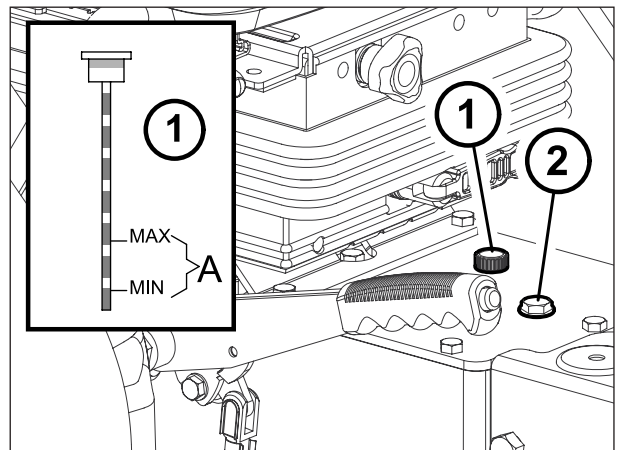

Fig. 116
Reabastecer de aceite la transmisión introduciéndolo por el orificio (2) Fig. 116 hasta alcanzar el nivel indicado en la varilla de control (1) Fig. 116.
**NOTA:** Después de haber sustituido el filtro y también el aceite de la transmisión, hacer girar el motor y controlar que no se presenten pérdidas. Apagar el motor, controlar el nivel del aceite (1) Fig. 116, y si es necesario restablecer el nivel.